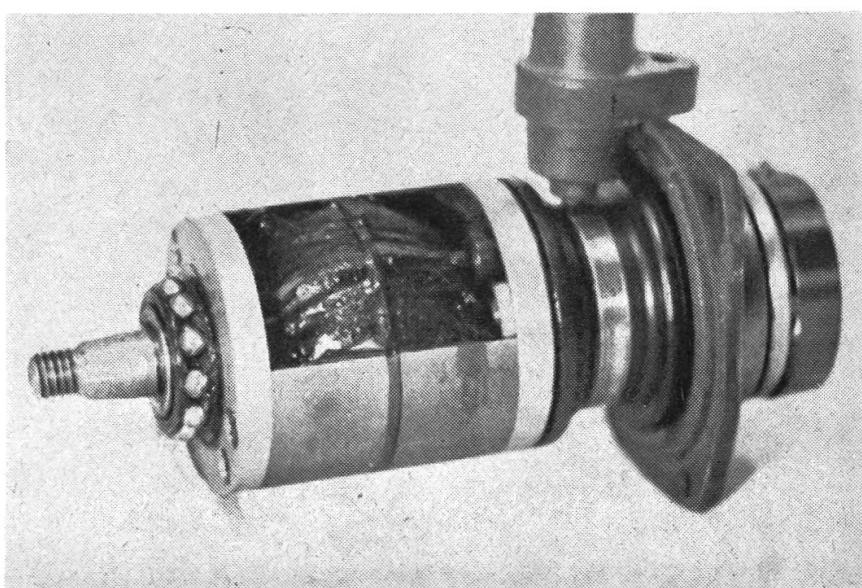

Abb. 91
- Fig. 91: Umlaufende Spule eines «Bosch»-Magnets. Der Strom wird mittels Schleifring und Kohle abgeleitet. Das Ende trägt den ganzen Unterbrecher. Der Kondensator dreht ebenfalls mit.